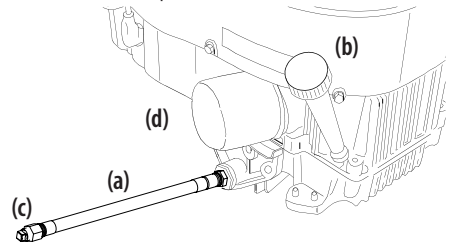

Figure 25
1. Repérez le boyau de vidange d'huile (a) qui se trouve sur le côté du moteur. Voir Figure 25.
2. Placez un récipient adéquat d'une capacité minimum de 2,37 l (2,5 quarts) sous l'extrémité du boyau de vidange d'huile pour recueillir l'huile usée. Enlevez le bouchon de remplissage et la jauge d'huile (b) du tube de remplissage d'huile. Voir Figure 25.
3. Tenez l'extrémité libre du boyau de vidange d'huile au-dessus du récipient, puis dévissez le bouchon à tête carrée (c) du boyau de vidange d'huile. Voir Figure 25. Vidangez l'huile du moteur dans le récipient.
- Retirez le filtre à huile et laissez l'huile s'écouler dans le récipient. Voir Figure 25 à la page 87.
- Remplacez le filtre à huile (d) et remplissez le moteur avec de l'huile neuve selon les instructions de la notice d'utilisation du moteur. Voir Figure 25 à la page 87.